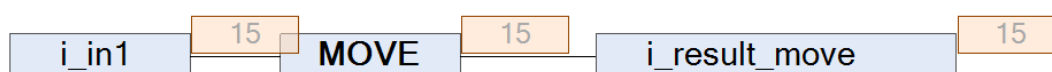

Рисунок 2.27 – Классическое представление оператора сравнения
**Оператор «Присвоение».** Присвоение (MOVE) – оператор, который присваивает значение входной переменной выходной. Классический оператор в своей структуре имеет один вход и один выход (рис. 2.27). По сути, классический оператор выполняет функцию прямого присвоения и в своей классической компоновке не используется.